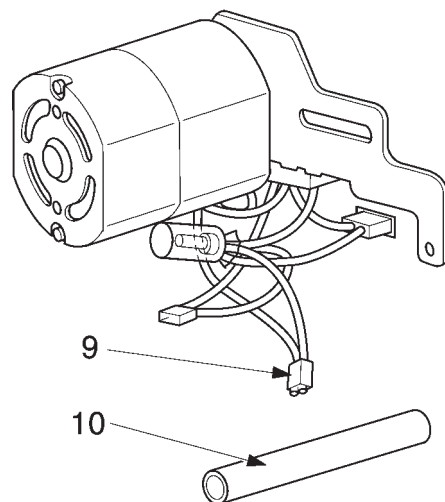

Рис. 5
- Разрежьте кабельный зажим 9 (рис. 5).
- Сочлените штекерный соединитель кабеля микровыключателя с кабелем двигателя (рис. 5).